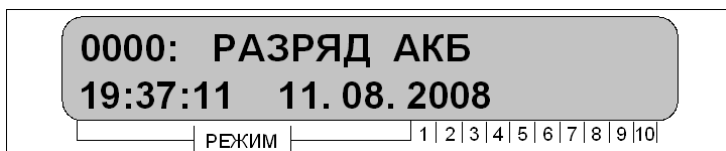

Рисунок 14 – Отображение последнего зарегистрированного события с указанием времени и даты
- нажатием клавиши «*» можно посмотреть время и дату события отображаемого на ЖК-дисплее (в случае если текущие дата и время установлены в приборе правильно), рисунок 14.